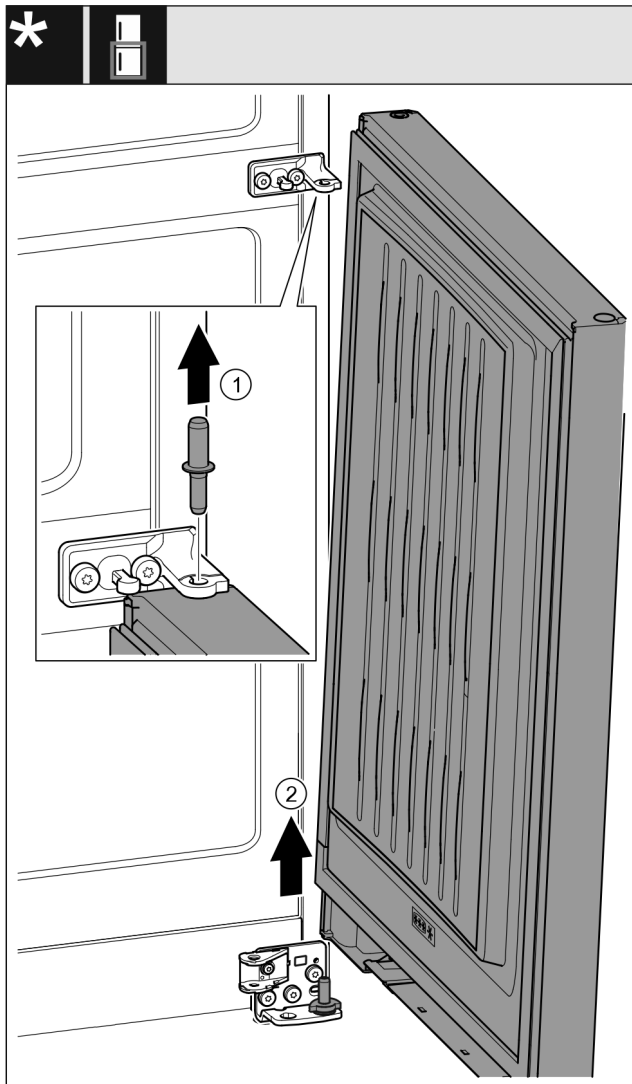

Fig. 18 Me amortizator të mbylljes*
- Nxirrini bulonat Fig. 18 (1) duke i ngritur lart.*
- Anoni paksa derën Fig. 18 (2) për ta ngritur, tërhiqeni lart dhe lëreni mënjanë.*